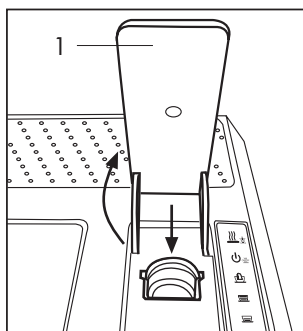

Fig. 9
- Sollevare indietro lentamente (fino all'arresto) la leva di comando (1) e inserire una capsula nell'apposito spazio (Fig. 9)